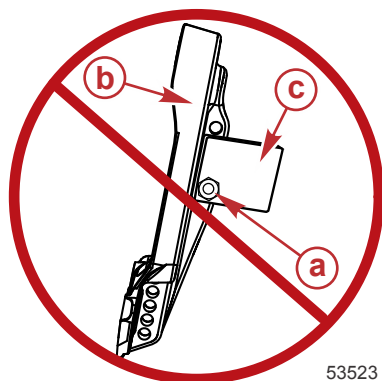

Figura 3
2. Non collegare un accessorio all'imbarcazione utilizzando la bulloneria di fissaggio del motore. Fare riferimento alla figura 3.